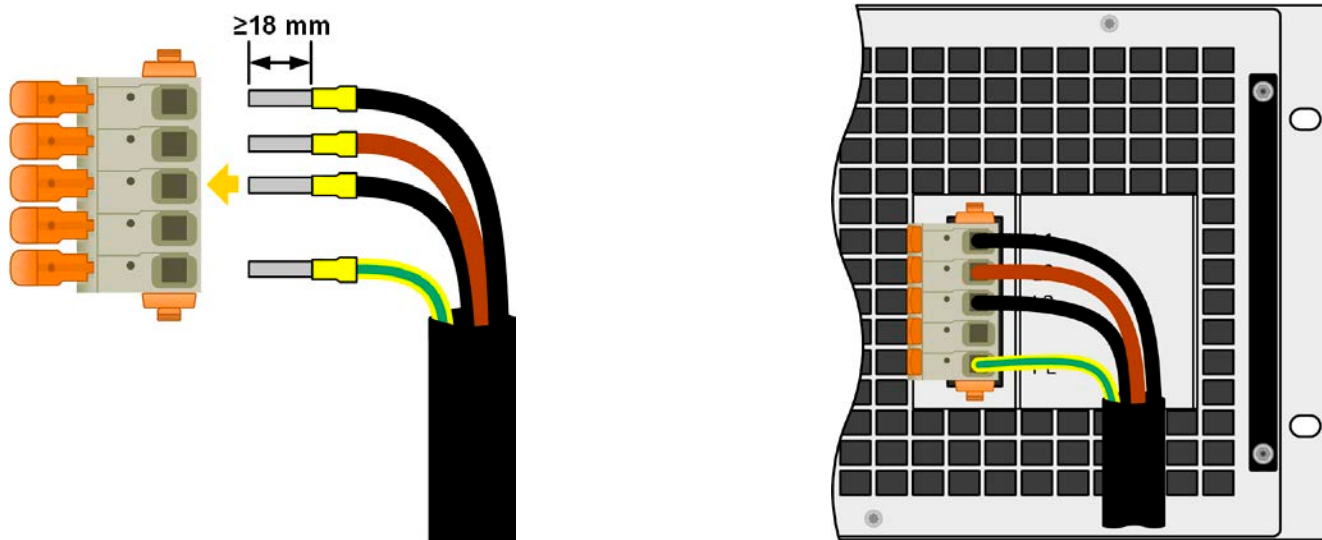

图 8 - 配4根导体的交流线范例（欧版色标，标配清单不含此部件）
- 远程感测仅在恒压 (CV) 操作模式有效，而对于其它调整模式，感测输入端应悬空，因为连接后会增加震荡趋势。
- 感测线跟电源之间要+与+，-与-相连，否则会损坏它们的感测输入端。见下面图8范例。